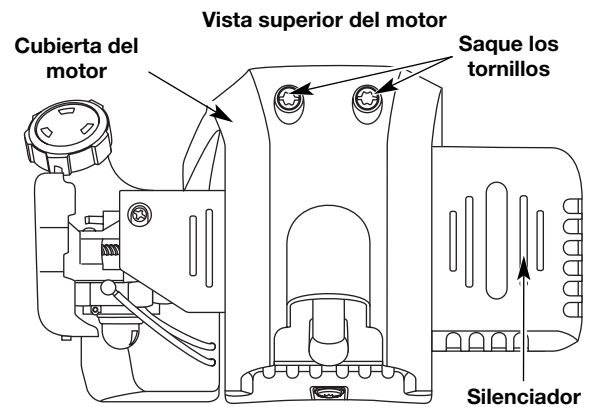

Fig. 31
2. Quite los dos (2) Tornillos de encima de la tapa del motor con un destornillador de pala o Torx #25 (Fig. 31).
6. Saque la cubierta del motor (Fig. 31).